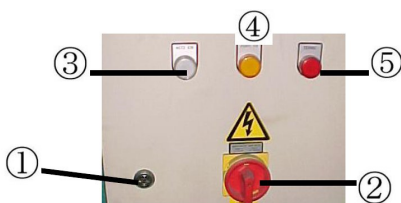

Abb. 13: Elektrobox mit Anzeigen
Schritt 3: Den Hauptschalter von Position „0“ auf „1“ stellen. Die Betriebskontrollanzeige (3, Abb. 13) leuchtet. Die START-Taste drücken. Die Hydraulikpumpe startet.